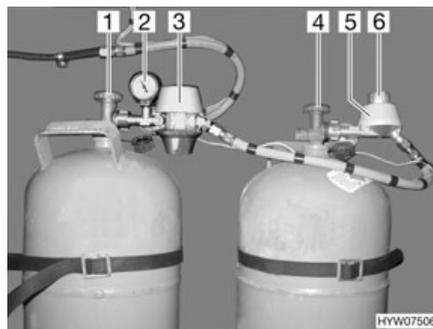
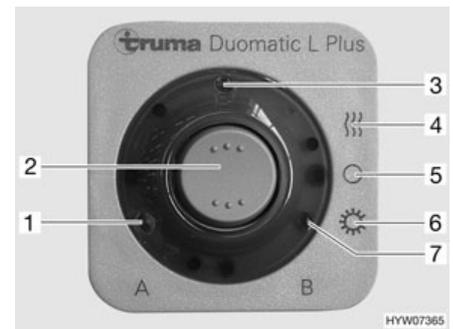

Fig. 153 Instalación de conmutación Duomatic
Fig. 154 Unidad de mando
La instalación de conmutación Duomatic se compone de un regulador central (Fig. 153,3) y de un regulador de conmutación (Fig. 153,5). Con el botón giratorio (Fig. 153,6) en el regulador de conmutación se puede determinar cuál de las bombonas de gas se usará como bombona de servicio y cuál bombona de gas como bombona de reserva.
El manómetro (Fig. 153,2) en el regulador central indica la presión en la bombona de gas, no el nivel de llenado de la bombona de gas. Con el manómetro se puede comprobar la estanqueidad de la bombona de gas.
En la unidad de mando (Fig. 154) únicamente pueden conmutarse las funciones eléctricas. Las llaves de paso principales de las bombonas de gas (Fig. 153,1 y 4) deben abrirse a mano.
- Abrir las llaves de paso principales en las bombonas de gas (Fig. 153,1 y 4).
- Con el botón giratorio (Fig. 153,6) en el regulador de conmutación (Fig. 153,5), seleccionar la bombona de gas de la cual se debe tomar el gas preferentemente (bombona de servicio). Girar el botón giratorio siempre hasta el tope. En caso de que el botón giratorio se encuentre en la zona roja, el gas se tomará preferentemente de la bombona de gas con el regulador central (Fig. 153,3). En caso de que el botón giratorio se encuentre en la zona verde, el gas se tomará preferentemente de la bombona de gas con el regulador de conmutación (Fig. 153,5).
- Conectar la instalación de conmutación Duomatic en la unidad de mando (Fig. 154). Para ello, ajustar el interruptor basculante (Fig. 154,2) en modo de invierno "On y calentar" (Fig. 154,4) o en modo de verano "On" (Fig. 154,6). Los dos reguladores de presión de gas están ahora desaireados. El piloto (Fig. 154,3) se enciende.
- Poner el interruptor basculante (Fig. 154,2) en "O" (Fig. 154,5). El piloto (Fig. 154,3) se apaga.
- Cerrar las llaves de paso principales en las bombonas de gas (Fig. 153,1 y 4).
Las luces de control en la unidad de mando (Fig. 154) señalizan en el interior del vehículo si las bombonas están dispuestas para el funcionamiento.
- Luz de control "A" (Fig. 154,1): Bombona de gas en el regulador central
- Luz de control "B" (Fig. 154,7): Bombona de gas en el regulador de conmutación